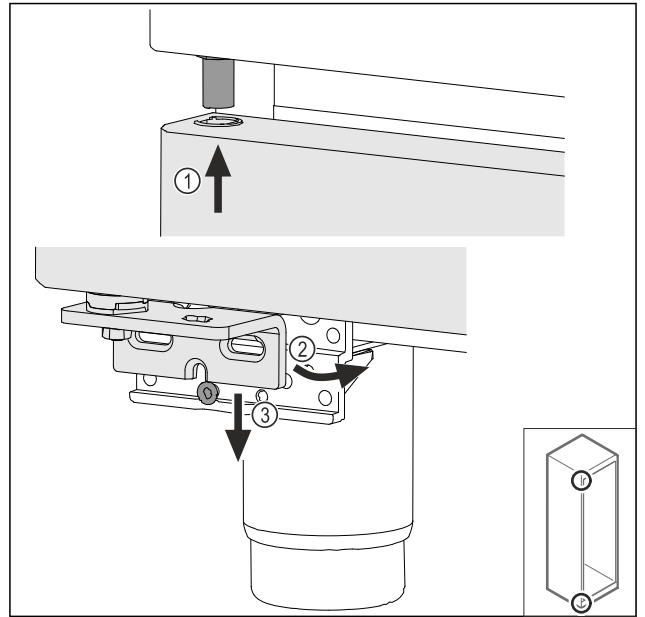

Fig. 39
- ▶ Liitä ovi ylhäällä hieman kallistettuna Fig. 39 (1), suuntaa ovi suoraan Fig. 39 (2) ja aseta alhaalla laakerijalustan ruuvit Fig. 39 (3) päälle.